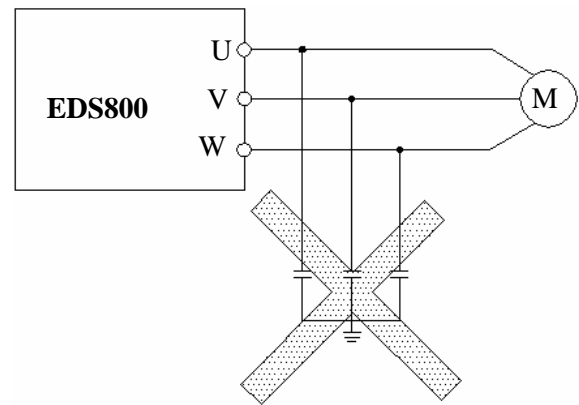

图 1-2 变频器输出端禁止使用电容器
- (12) 禁止输出侧安装改善功率因数的电容器或防雷用压敏电阻等，否则将造成变频器故障跳闸或器件的损坏，如图 1-2 所示。